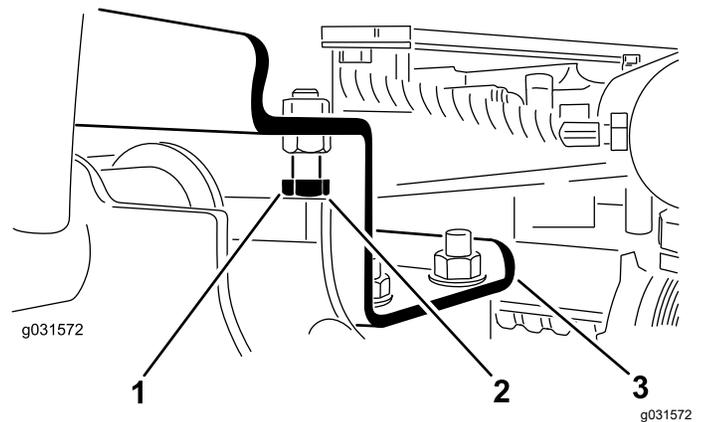

Figura 13
- A. Solte os parafusos de bloqueio (Figura 13).
2. Certifique-se de que a folga entre cada braço de elevação e pino de bloqueio é de 0,13 a 1,02 mm, conforme se mostra na Figura 13.